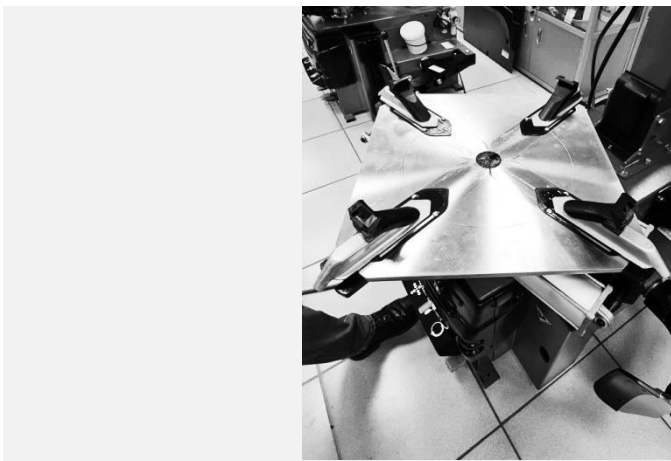

Рисунок 42
- Плавно нажать педаль управления зажимными кулачками до среднего положения, сведя зажимные кулачки таким образом, чтобы насечка на поворотном столе примерно соответствовала диаметру колеса, промаркированному на ползуне кулачка (см. Рисунок 42).